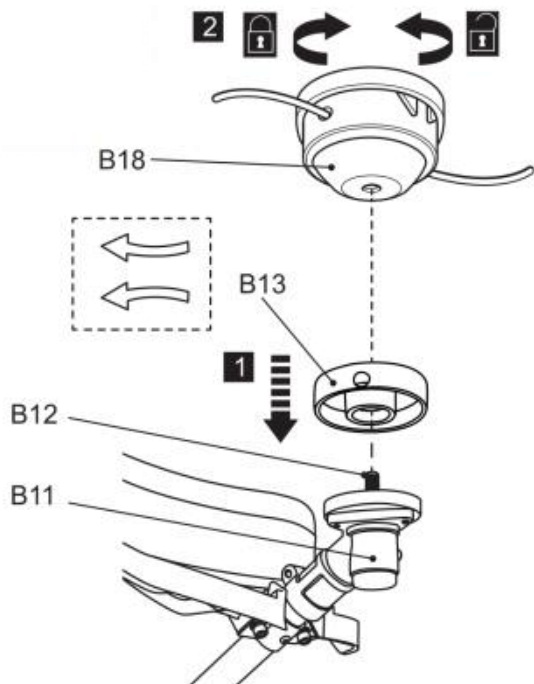

Fig. 6
- 4) Skruva trimhuvudet (B18) moturs på spindeln (B12) och dra åt det för hand samtidigt som du låser spindeln (B12) med insexnyckeln (E5). Ta bort insexnyckeln efteråt (fig. 6).